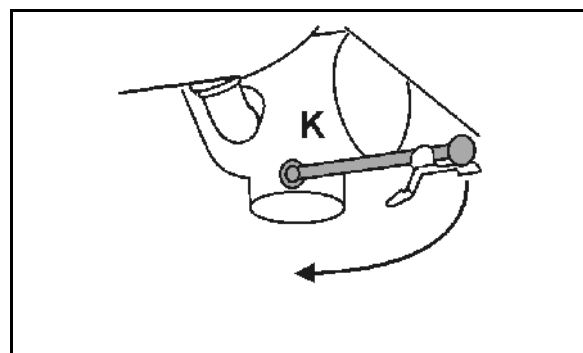

Fig. 92
6. Tøm eventuelt den sidste restmængde ud på marken via aftapningshanen (Fig. 92/K).